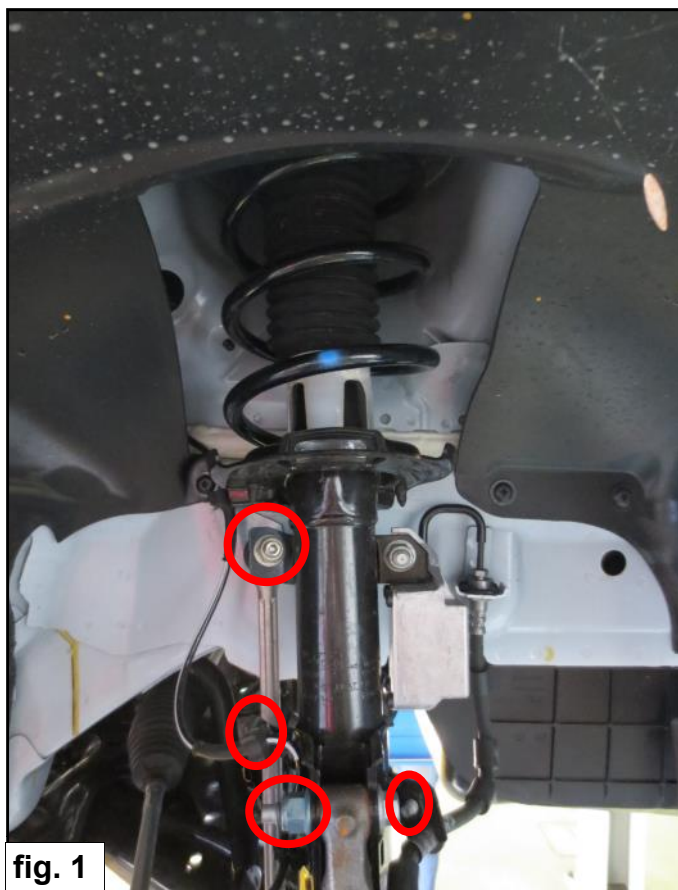

fig. 1
2. Retirez la jambe de force conformément au manuel d'atelier (*voir figure 1*).